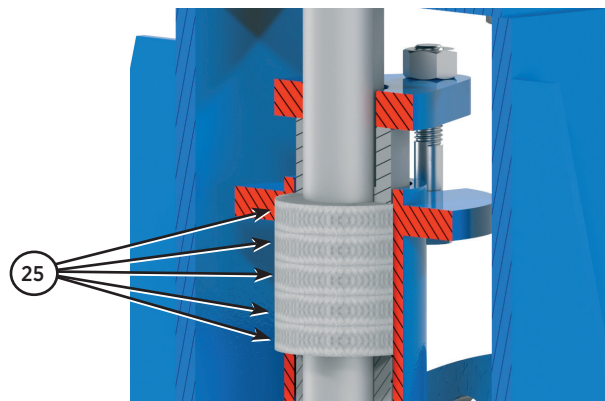

Abb.10
Die Standard-Packung (25) von **CMO Valves** besteht aus mehreren Schichten Packungsmaterial, die die Dichtheit zwischen Wellen und Gehäuse gewährleisten und ein Austreten in die Atmosphäre verhindern, indem die Packung mit Pressbuchsen und Flanschen versiegelt und zusammengepresst wird (siehe Abb. 10).